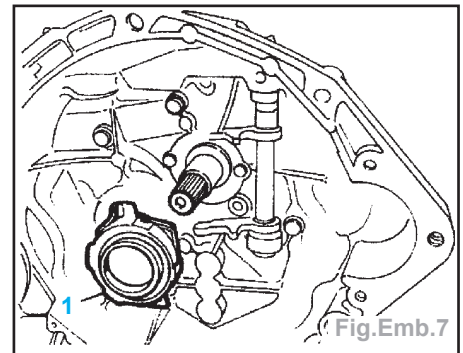

Fig.Emb.7
- Pousser le levier de débrayage et enlever la butée d'embrayage (1) de l'arbre primaire de boîte de vitesses (Fig.Emb.7).